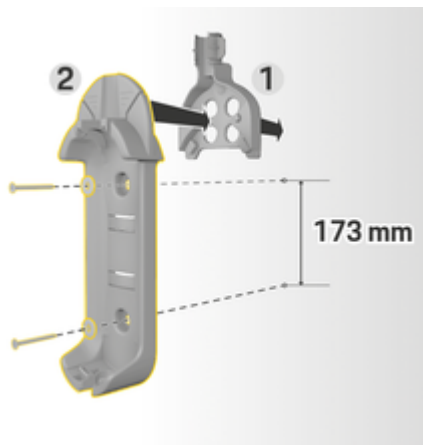

Fig. 116: Dimensões de perfuração
3. Pressione o suporte de parede básico 2 (Fig. 116) para a guia do cabo 1 (Fig. 116) a partir da frente.